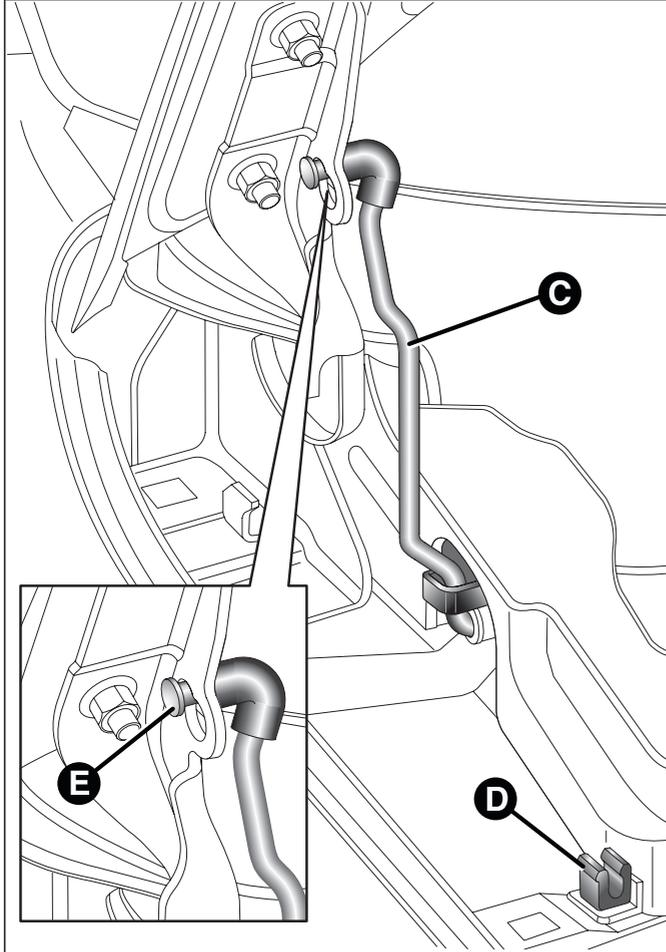

fig. 63
- soulever le capot et libérer en même temps la béquille d'appui C fig. 63 de son dispositif de blocage D, puis introduire l'extrémité de la béquille dans le logement E du capot moteur (grand trou) et pousser en position de sécurité (petit trou), comme indiqué sur la figure.
- soulever le capot d'une main et avec l'autre main enlever la béquille C fig. 63 du logement E, en effectuant un mouvement inverse à celui d'ouverture, et la remettre dans son dispositif de blocage D ;